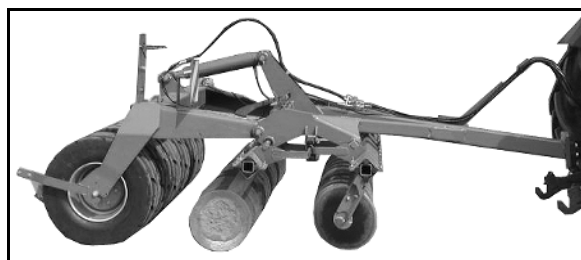

Рис. 28
- Полностью опустите оба ряда дисков (Рис. 28).